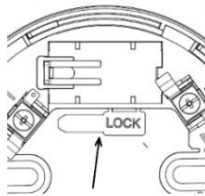

Fig.3
- Retirez au préalable la clé de la base (Fig. 3).